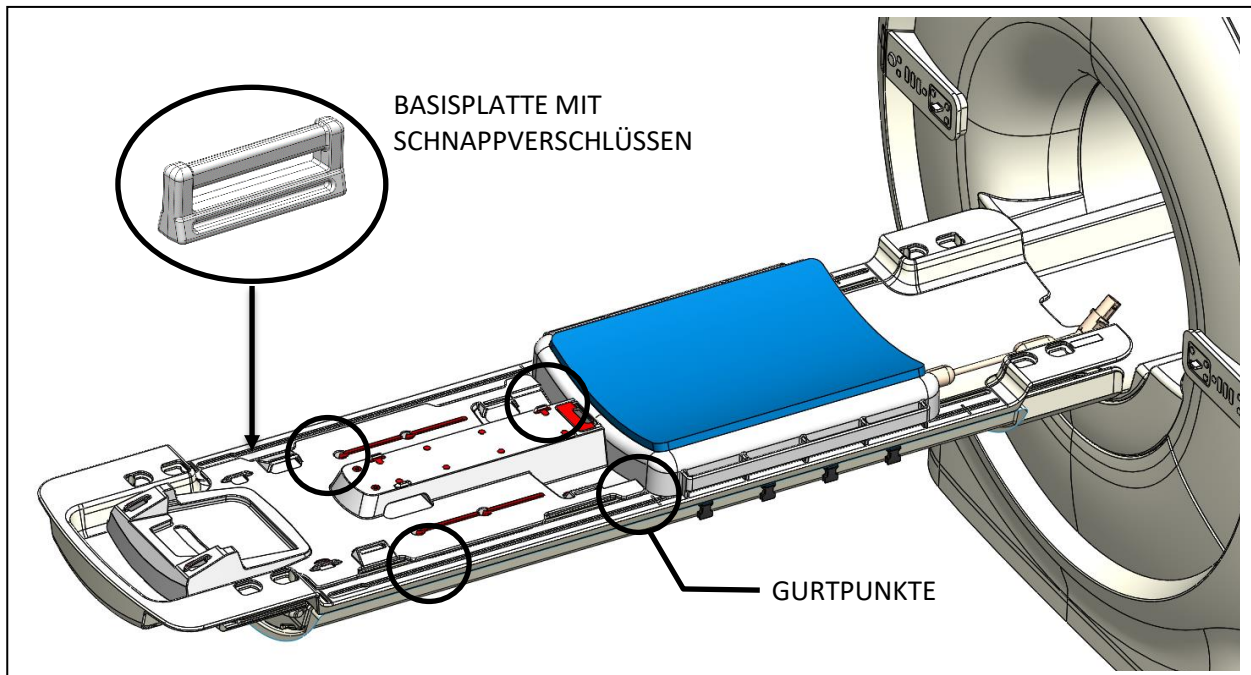

Abbildung 5: Einsetzen der Basisplatte mit Schnappverschlüssen
2. Setzen Sie vier Basisplatten mit Schnappverschlüssen, zwei auf jeder Seite, in die äußeren Schlitze der MRT-Liege ein. Schieben Sie diese nach unten, um sie an den Gurtpunkten auf der Basisplatte auszurichten. Alle Schnappverschlüsse und Gurte sind im Zubehörsatz der Basisplatte enthalten (Abbildung 5).